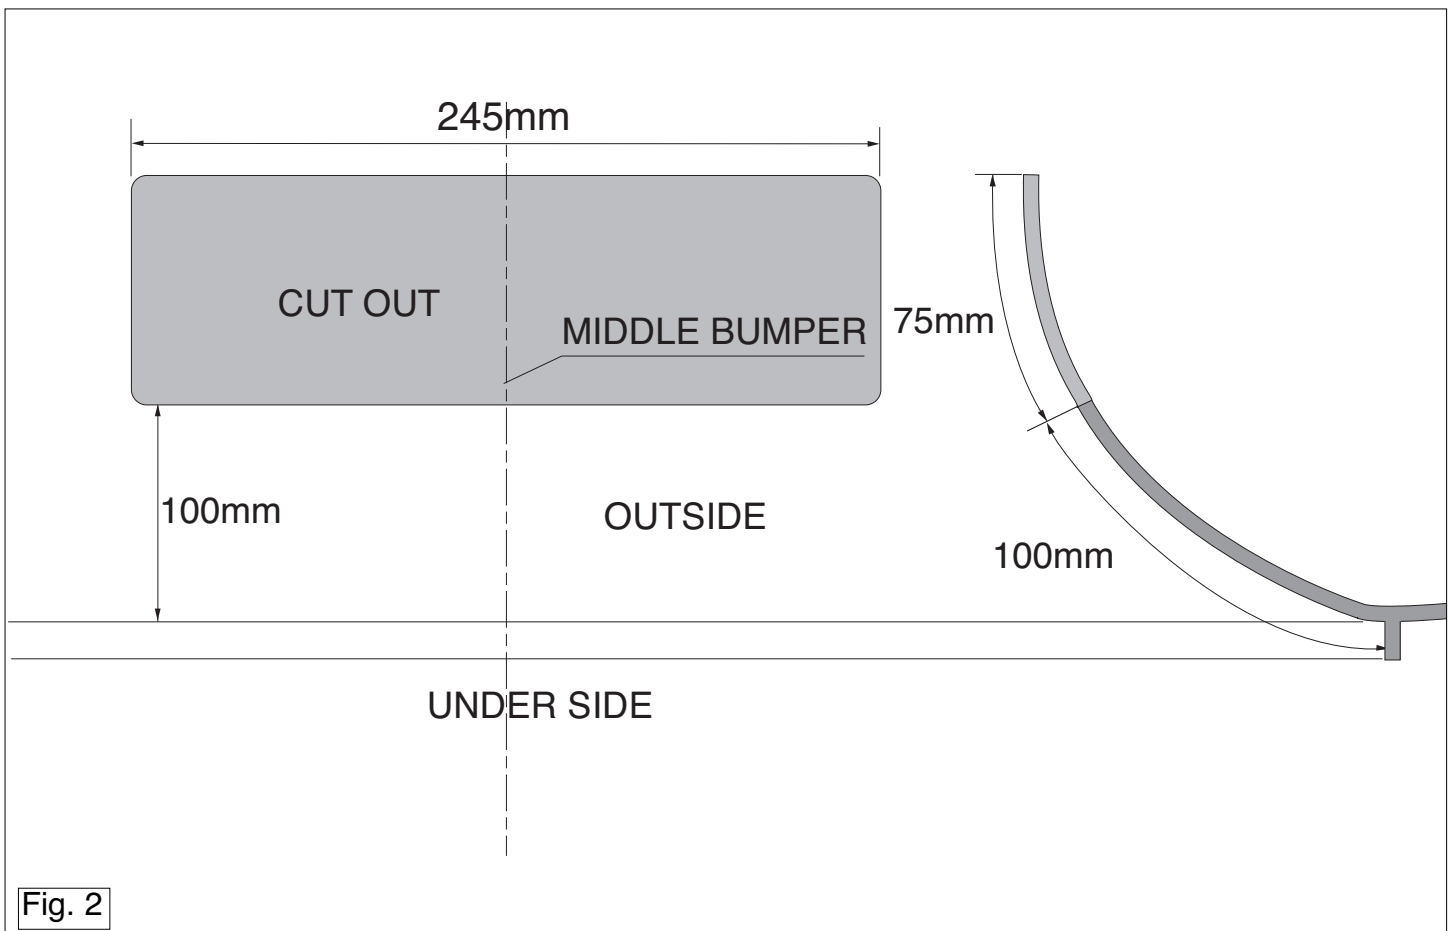

Fig. 2
5. Saw a section out of the middle of the underside of the bumper as shown in fig 2.
5. Auf der Unterseite der Stoßstange einen Teil aus der Mitte gemäß Abbildung 2 herausschneiden.
5. Scier au centre de la partie inférieure du pare-chocs une partie correspondant à la figure 2.
5. Sav en del ud af kofangeren midt på undersiden jf. fig. 2.